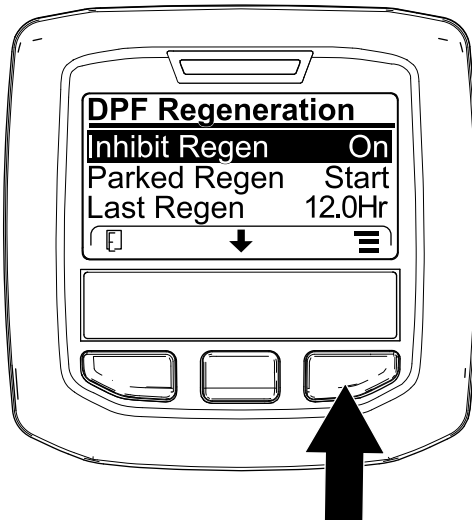
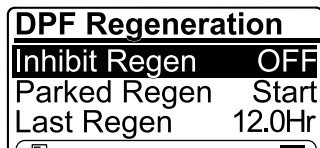

Figure 46
Figure 47
1. Ouvrez le menu DPF Regeneration (régénération du FAP), appuyez sur le bouton central pour naviguer jusqu'à l'option INHIBIT REGEN (interdiction de régénération), et appuyez sur le bouton droit pour la sélectionner (Figure 46).
2. Appuyez sur le bouton droit pour changer l'option d'interdiction de régénération de On (activée) à Off (désactivée) (Figure 46) ou inversement (Figure 47).